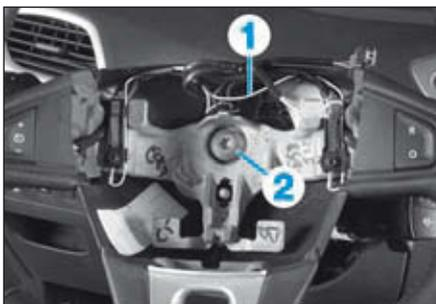

FIG.21
- Débrancher le connecteur (1) (Fig.21).
- Roues en ligne droite, déposer la vis de fixation (2) du volant.